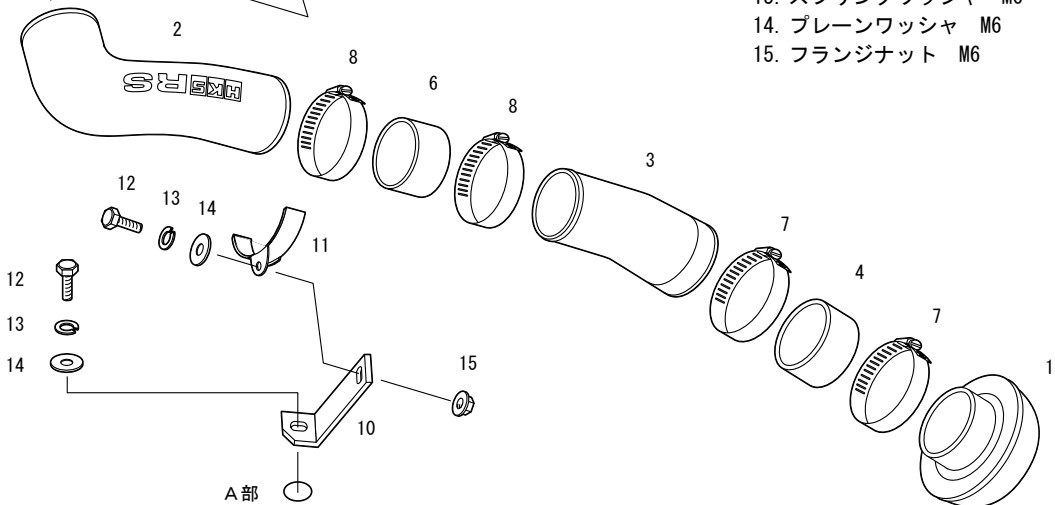

図 4
(2) インテークパイプ No.1 がボディと干渉しないように注意し、図3のように固定してください。(図3、図4、図5)